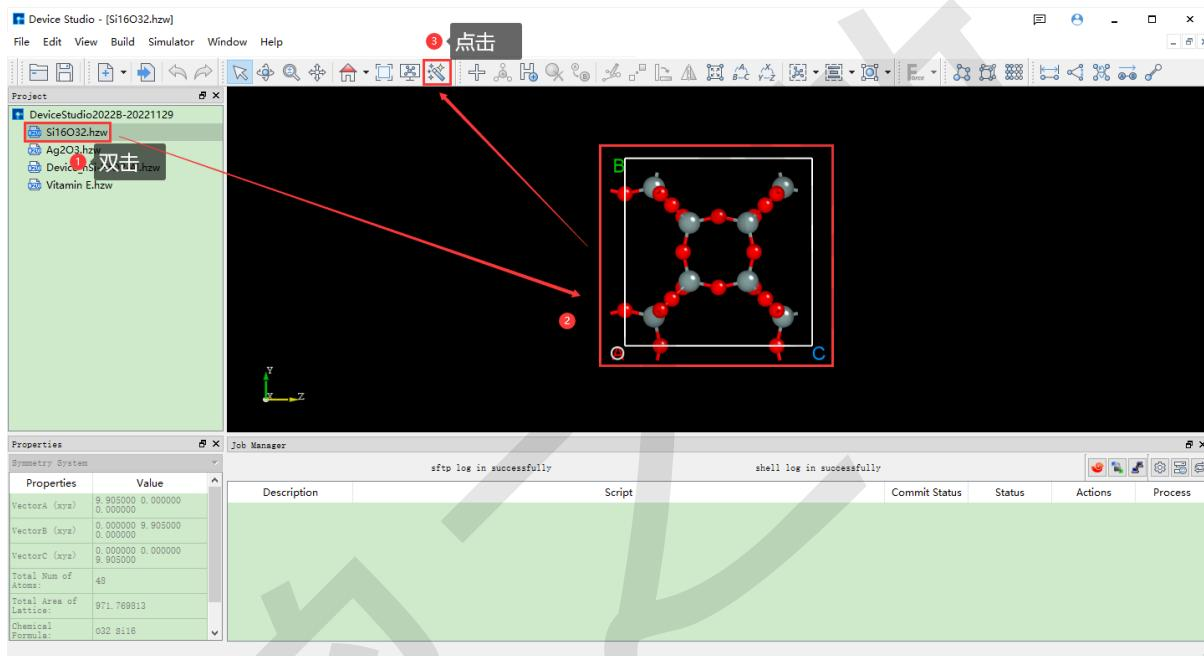
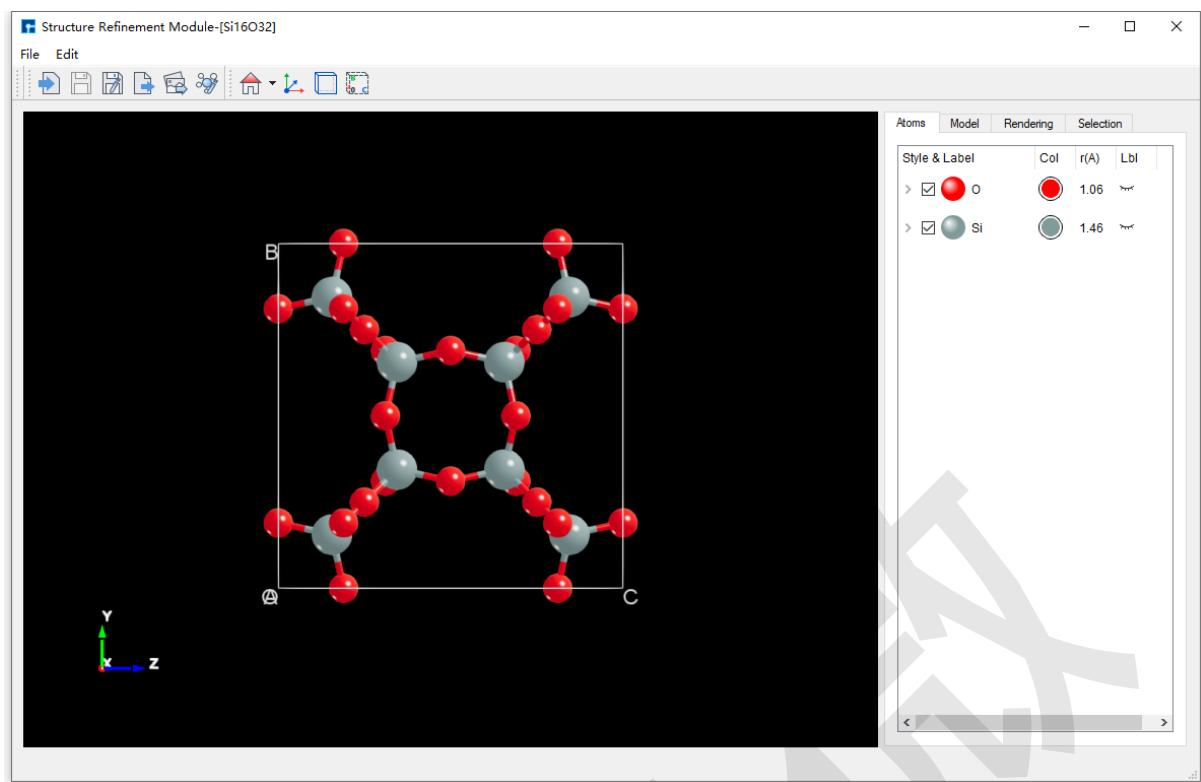
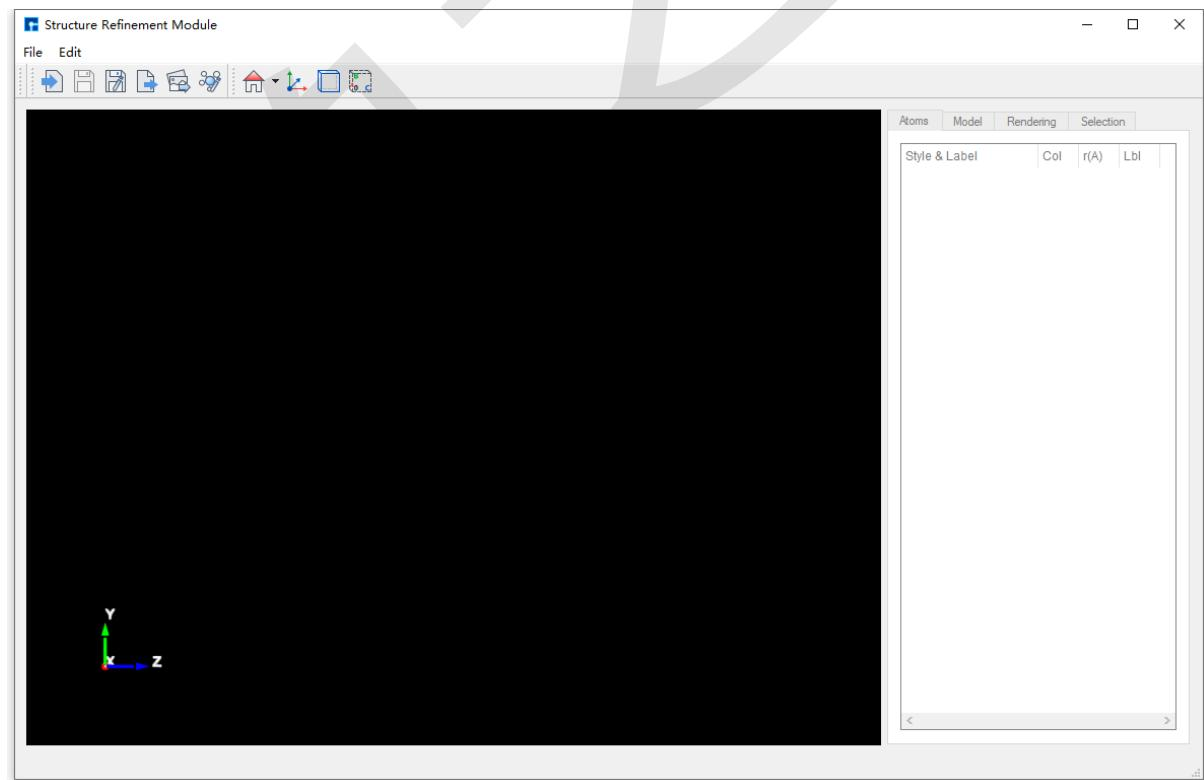
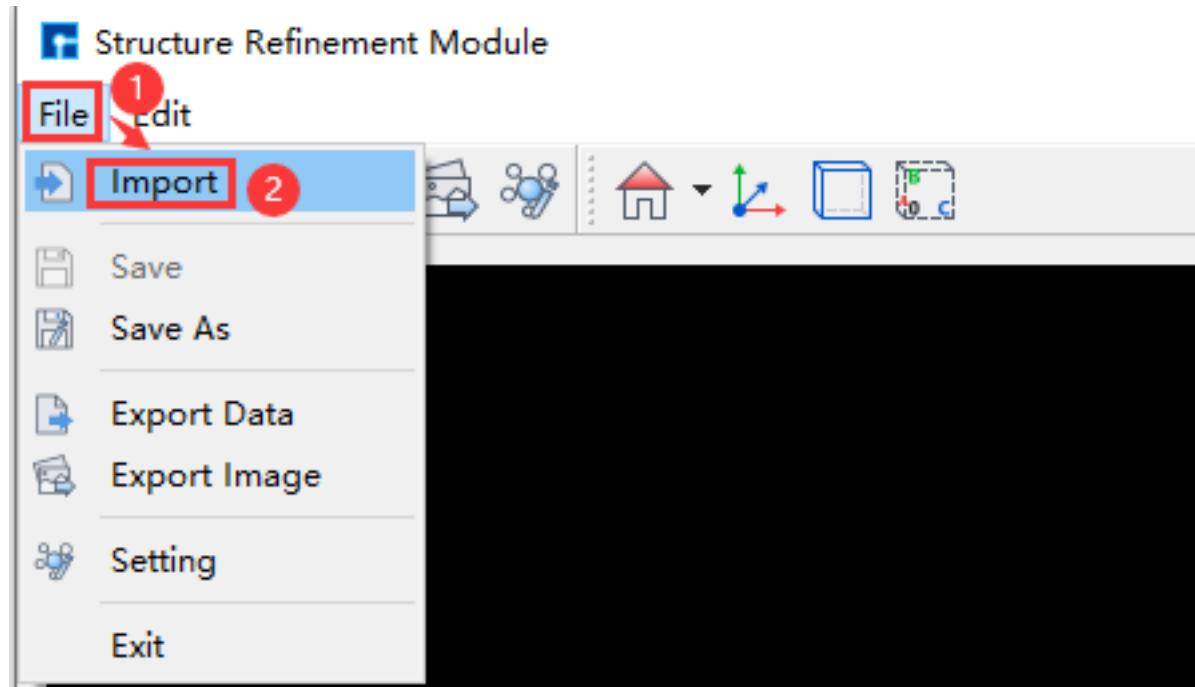

图 7.20: 显示 Si16O32 晶体结构的 *Device Studio* 主界面（不显示等价原子）
图 7.21: 导入 Si16O32 晶体结构的原子结构精修模块界面（显示等价原子）
图 7.25: 没有显示结构的原子结构精修模块界面
图 7.26: 弹出原子结构精修模块导入结构操作界面
1. 方式一：*Device Studio* 主界面中已经显示结构（如：Si16O32 晶体结构），如图 7.20 所示操作，即可在原子结构精修模块导入 Si16O32 晶体结构如图 7.21；
子结构精修模块如图 7.25。如图 7.26 和图 7.27 所示操作，即可将 Si16O32 晶体结构导入原子结构精修模块，导入 Si16O32 晶体结构后的原子结构精修模块界面如图 7.21 所示。
修改原子结构精修模块背景颜色，需在导入结构的情况下修改，如已经在该模块导入 Si₁₆O₃₂ 晶体结构如图 7.21 所示，导入结构的操作可参考在原子结构精修模块导入结构节内容，具体操作这里不做详细说明。
修改结构中原子的颜色, 需在 导入结构的情况下修改, 如已经在原子结构精修模块中导入 **Si16O32** 晶体结构如 图 7.21 所示, 导入结构的操作可参考在原子结构精修模块导入结构 节内容, 具体操作这里不做详细说明。